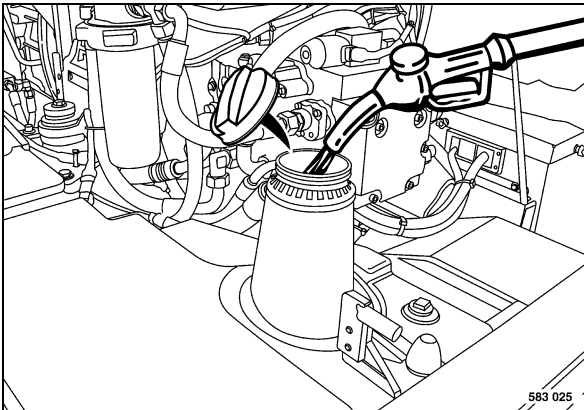

Fig. 148
- Abrir la tapa de cierre del depósito de combustible (Fig. 148).